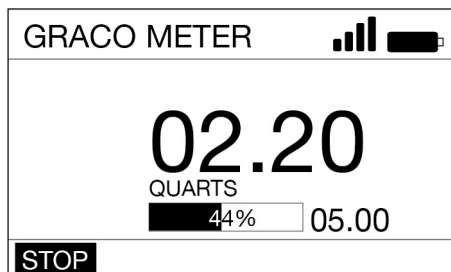

FIG. 34
3. Utilizzare il tasto FRECCIA DESTRA o SINISTRA per selezionare STOP (J) (Fig. 34). Premere il pulsante INVIO.